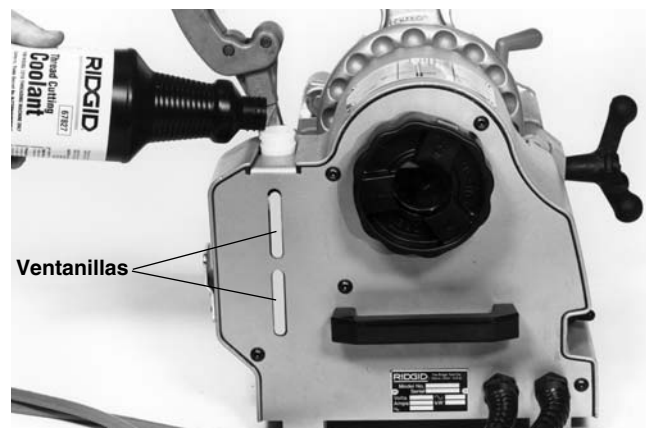

Figura 5 – Relleno del depósito con refrigerante
16. Revise el nivel del Refrigerante para Cortar Roscas de RIDGID en las ventanillas en la parte trasera de la Roscadora No. 1210 (vea la Figura 5). Si le falta líquido, quite la tapa del depósito y llénelo con refrigerante. Al depósito le caben 16 onzas de refrigerante.